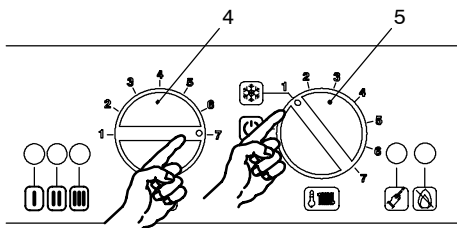

fig. 7.1
- 5 Ruotare il selettore di funzione 5 come in fig. 7.1